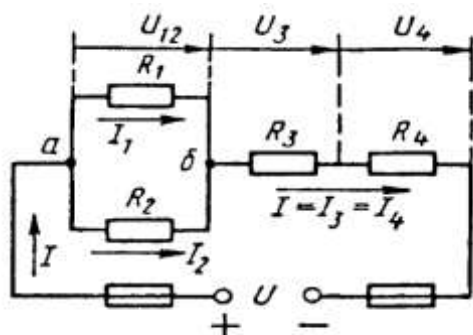

Рис. 1
Условие задачи. Цепь постоянного тока со смешанным соединением состоит из четырех резистором. Заданы схема цепи (рис. 1), значения сопротивлений
2) обозначим токи I_1, I_2, I_3, I_4 на (рис. 1) стрелками и определим их значения из формулы мощности:
Формулировка закона: алгебраическая сумма токов в узловой точке равна нулю. Математическая запись для узла б схемы цепи рисунок 1:
В замкнутом контуре (рис. 1) приложенное напряжение U (аналогично ЭДС при внутреннем сопротивлении источника тока, равном нулю) и падения напряжения